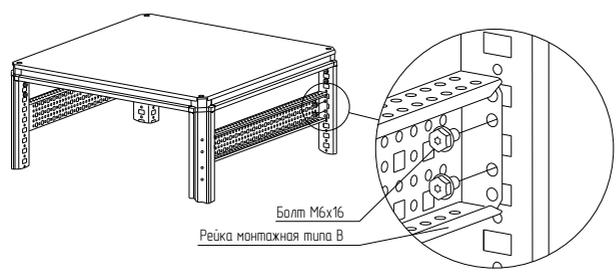

Рисунок 13
4.5.2.2 Установить рейку монтажную тип В между стоек каркаса на нужной высоте и закрепить болтами М6×16 (рисунок 13). Момент затяжки – 7 Н·м. Болты приобретаются отдельно.